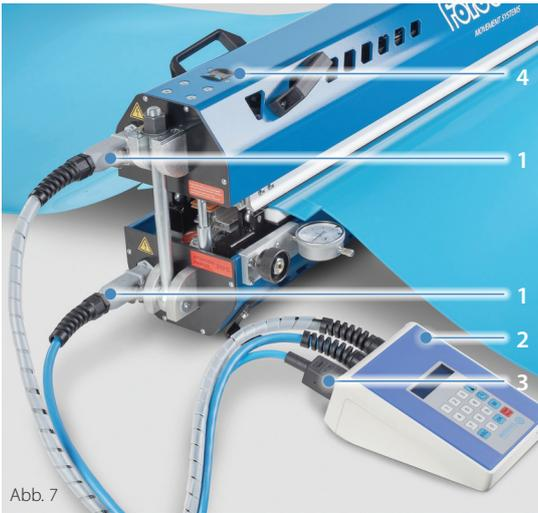

Abb. 7
- Verbinden Sie die Stecker (1) des Steuergerätes (2) mit der Heizpresse.
- Verbinden Sie die Heizpresse über das Netzkabel (3) mit dem Stromnetz.
- Stellen Sie am Druckluftregler (4) und am Steuergerät (2) alle erforderlichen Parameter ein. (>> siehe Bedienungsanleitung) (Abb. 7)
**Hinweis:** Unmittelbar nach Betätigung des Startknopfes am externen Steuergerät (2), beginnt der Druckaufbau über einen integrierten Kompressor. Der Druck wird automatisiert nach einem Verbindungszyklus (heizen, halten, abkühlen) abgelassen. (Abb. 7)